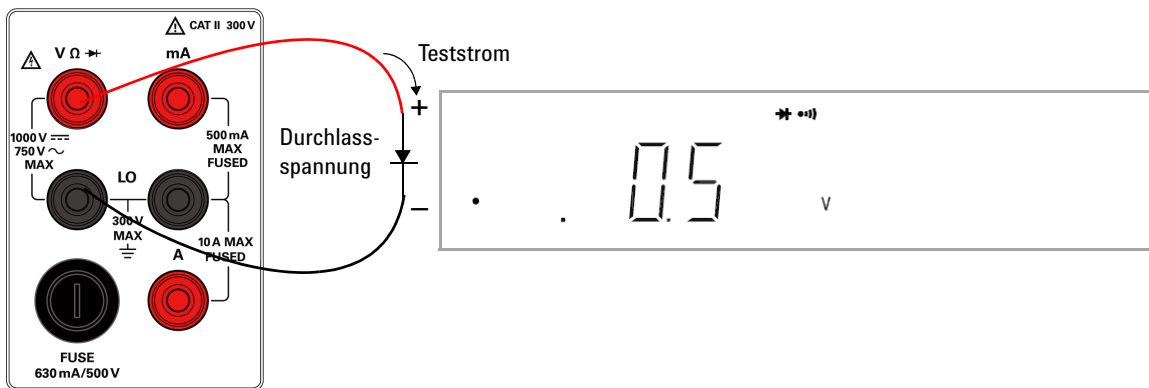

Abbildung 1-16 Testanschluss und Anzeige für Durchlassvorspannungsdiode/-durchgang
- 2 Verbinden Sie die rote und schwarze Testleitung mit dem Eingangsanschluss, wie in Abbildung 1-16 auf Seite 25 dargestellt.
- 3 Schließen Sie die rote Testleitung an den positiven Anschluss (Anode) der Diode und die schwarze Testleitung an den negativen Anschluss (Kathode) an. Siehe Abbildung 1-16 auf Seite 25.